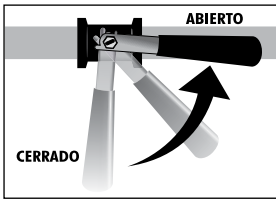

Figura 28
- Gire la válvula de paso hasta la posición ABIERTO, (Ver figura 28).